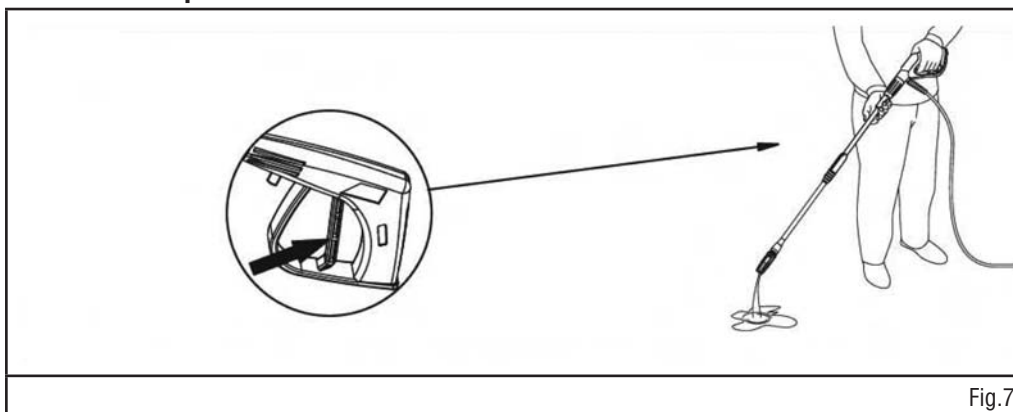

Fig.7
2. Avant de mettre l'appareil en marche, appuyez sur la gâchette afin d'évacuer tout l'air emprisonné dans la pompe et le tuyau. (Fig. 7)